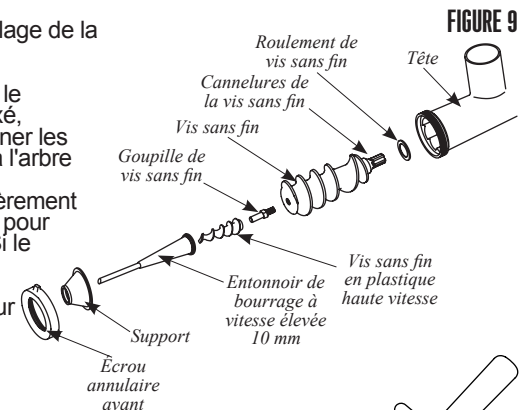

FIGURE 9
3. Insérer la vis sans fin, avec le roulement de la vis sans fin fixé, dans la tête (FIGURE 9). Aligner les cannelures de la vis sans fin à l'arbre d'entraînement du hachoir.